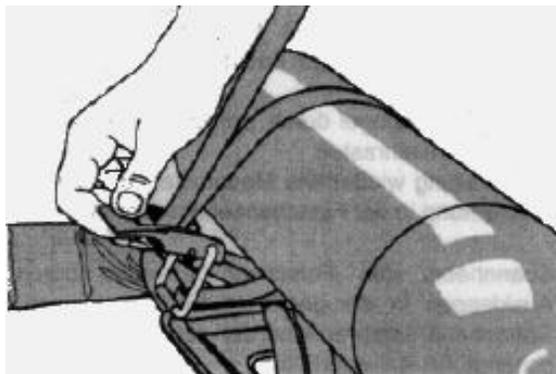

Figura 6
- Colocar a alavanca tensora em posição horizontal (posição de tensão). A abraçadeira de tensão encontra-se entre ambos os cames da alavanca tensora (figura 6).
Dar a tensão prévia à abraçadeira do cilindro deixando-a solta, estando a alavanca na vertical (Figura 6).